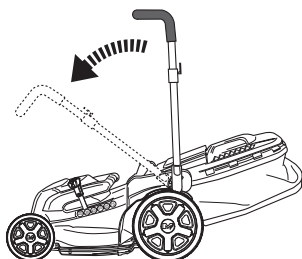

Fig. 14
- > Rode o guiador para a posição de armazenamento (Fig. 14)